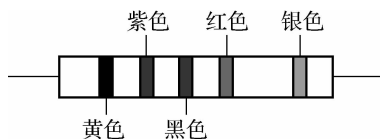

图 1-27 色环电阻 R_3
(1) R_1 :阻值为 $3\ 300\ \Omega$,允许误差 $\pm 5\%$ 的电阻。画出该电阻的色环并标注颜色说明。
(2) R_2 :阻值为 $620\ \Omega$,允许误差 $\pm 10\%$ 的电阻。画出该电阻的色环并标注颜色说明。
(3) 根据图 1-27 所示色环电阻 R_3 ,说明该电阻的电阻值及允许误差。